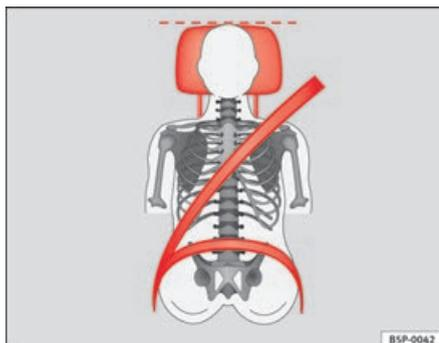
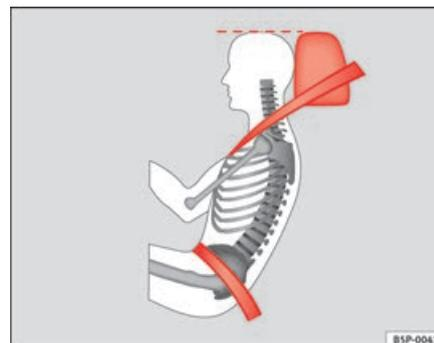

Fig. 72 Vista anteriore: poggiatesta e cinture di sicurezza posizionati correttamente
Fig. 73 Vista laterale: poggiatesta e cinture di sicurezza posizionati correttamente
- Regolare il poggiatesta portando il suo bordo superiore alla stessa altezza della parte superiore della testa, almeno all'altezza degli occhi ⇒ **fig. 72** e ⇒ **fig. 73**.